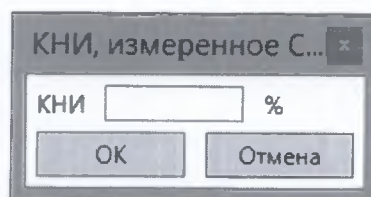

Рисунок 7.2.13
7.2.4.4 Нажать кнопку «Зафиксировать результат». В появившемся окне (рисунок 7.2.13) зафиксировать в поле «КНИ» показание калибратора-измерителя, %. Нажать кнопку «ОК».